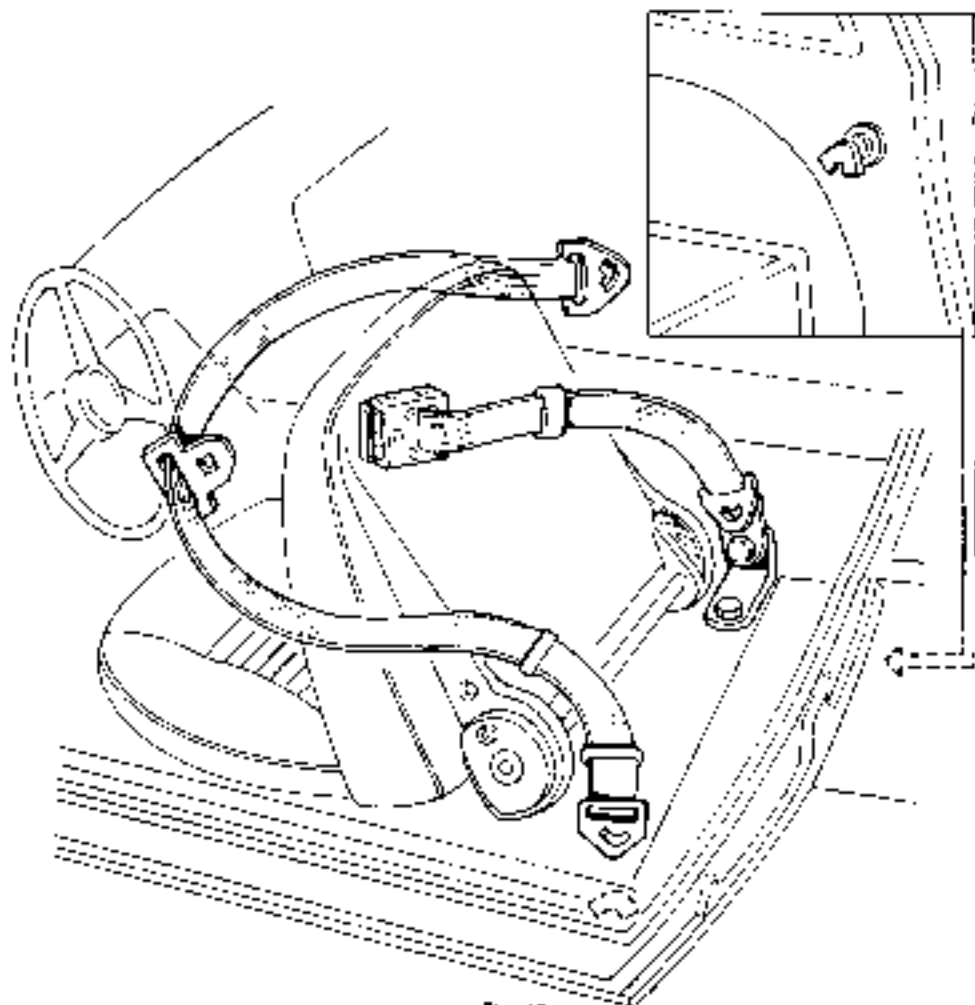

Fig. 19
Sono previsti gli attacchi di $\frac{1}{2}$ " 7-18" x 20" F.I. UNF per montare le cinghie a bandoliero o sul ventre. Detti punti di attacco, in numero di 3 + 3 sono visibili in Fig. 19 e sono sistemati sulla fiancata, sui longheroni sotto il tunnel e su quelli esterni, sono facilmente individuabili perché provvisti da tappi a gomma di colore nero.
The car is equipped with $\frac{1}{2}$ " 7-18" x 20" F.I. UNF fixings for seat belt mounting. These fixings (3 + 3) are shown in Fig. 19 and are placed on the side, on the side members under the tunnel and outside they can be easily found because they are covered with black rubber caps.
- Controllare il livello dell'olio con vettura in 270° (Fig. 19).